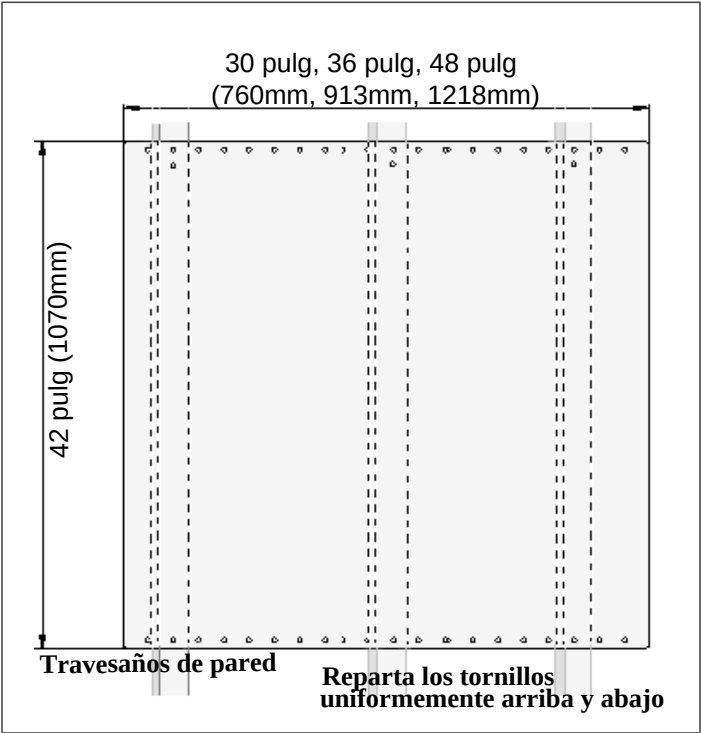

FIGURA 11: INSTALACIÓN DE LA CONSOLA TRASERA
(1) manual de instalación	Lápiz
- Utilice dos de los tornillos proporcionados para fijar las partes inferior y superior de la consola trasera de protección a cada travesaño de pared (vea la Figura 11).